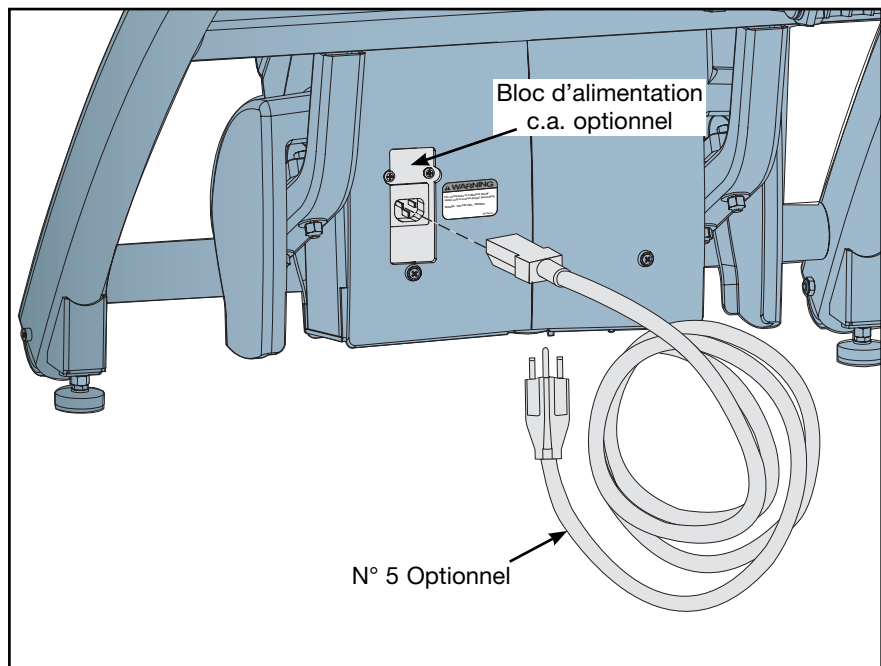

Figure 10
**REMARQUE :** Pour le moment, ne branchez pas le cordon d'alimentation dans une prise. Reportez-vous à la figure 10.